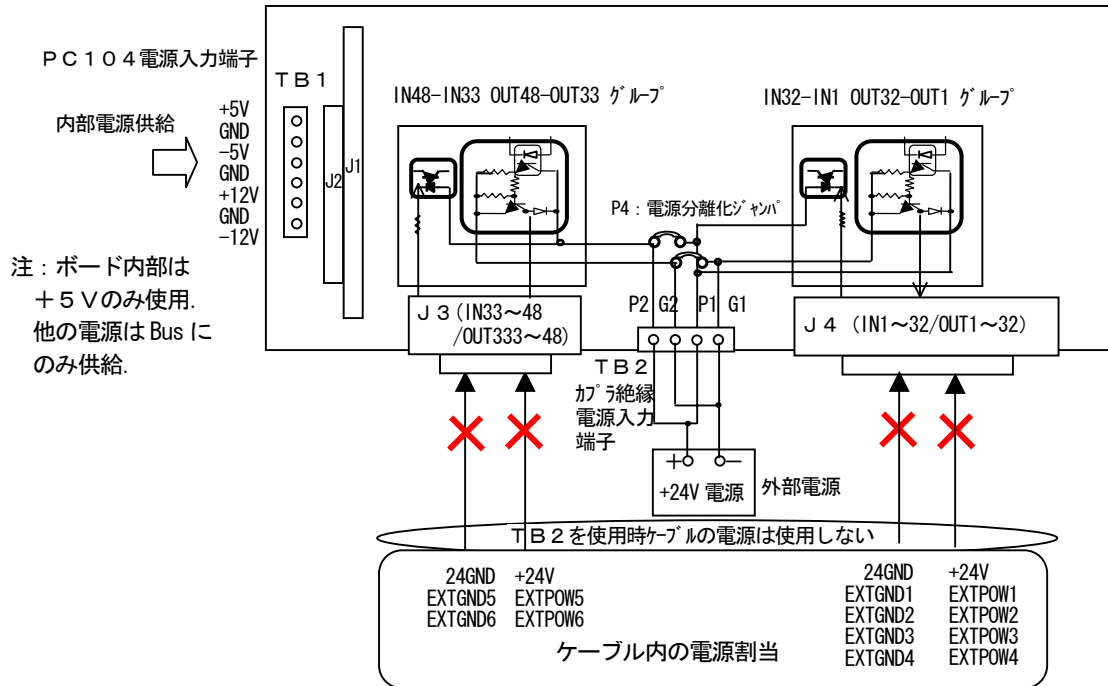

図3. 6-1 外部電源供給にTB2端子を使用する場合
(1) 内部電源を供給する端子 (TB1) ⇒ PC/104D, PC/104 のスタッキングコネクタ J1, J2 に供給。
(2) 絶縁電源供給には次の2つの方法があります。
① カプラ絶縁されるDIOの外部回路に電源供給する端子TB2を使用する方法。「図3. 6-1」
② ケーブルコネクタに割当ててある EXTPOWx, EXTGNDx は使用する方法。「図3. 6-2」